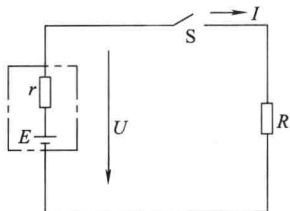

图 1-11 全电路欧姆定律
全电路是指含有实际电源和负载的闭合电路, 如图 1-11 所示。图中的点划线框内代表一个实际的电源, 其中 E 为电源的电动势, r 为电源的内电阻。当开关 S 闭合时, 在闭合电路中有电流, 电流的大小与电源的电动势 E 成正比, 与电源内电阻 r 和外电阻 R 之和成反比, 即
【例 1-4】 如图 1-11 所示, 已知电源电动势 $E = 12\text{V}$, 内阻 $r = 0.4\Omega$, 外接负载电阻 $R = 9.6\Omega$ 。①求电源端电压和内压降。②如果外接负载电阻改为 $R = 1.6\Omega$, 电源端电压和内压降又为多少?